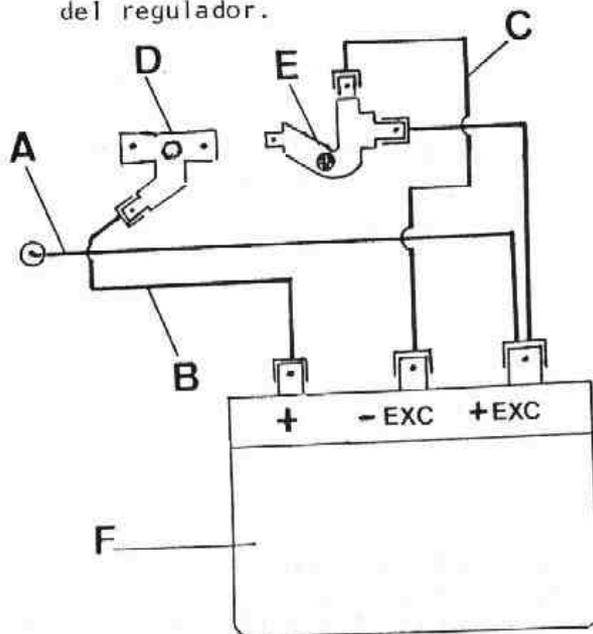

Fig. N-8 Conexiones internas del alternador
- 4.13. Conectar los terminales del cable, A (Fig. N-8) procedente de la placa rectificadora, al terminal (+ EXC) del regulador y terminal del portaescobillas. El cable puente, B, de color amarillo, se conectará entre el terminal triple del positivo de alternador y el (+) del regulador y el cable puente (C) de color negro, se conectará entre el terminal del portaescobillas y el (-EXC) del regulador.